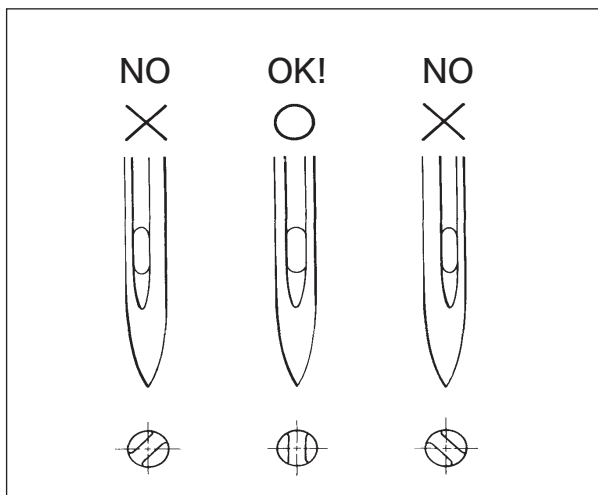

図 5-2
- (2) 古い針をピンセットを使って取り外す。
- (3) 新しい針を、エグりを真後ろにしてピンセットで針止メ②の穴の奥まで差し込む。(図 5-2、5-3)
- (4) マイナスドライバで止ネジ①を締め付ける。